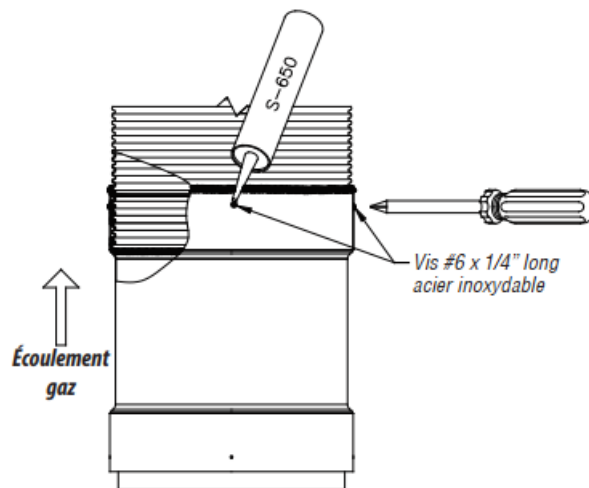

Figure 21 - Vis flexibles à joint étanche
2.5. Ajouter le scellant rouge S-650 sur les vis (Figure 21).